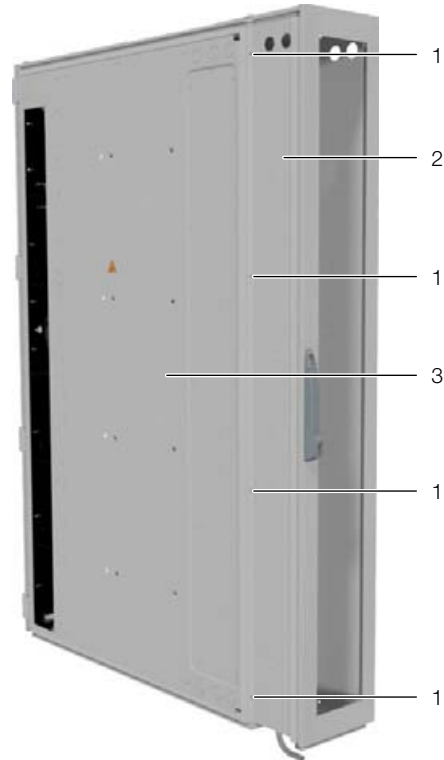

Abb. 28: Adapter am LCP Inline
- Adapter (Abb. 28, Pos. 2) an der rückseitigen Öffnung des LCP Inline mit jeweils vier der beigelegten Schrauben (Abb. 28, Pos. 1) links und rechts befestigen.